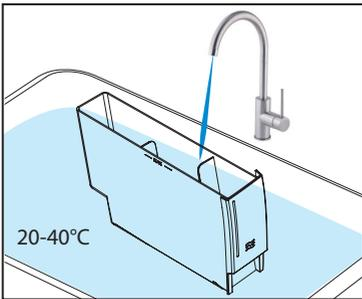

Fig.3
3. Laħlaħ sew it-tank tal-ilma b'ilma nadif, 20-40 °C . (Ara Fig.3)